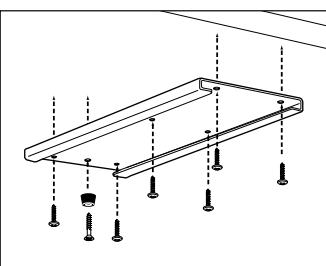
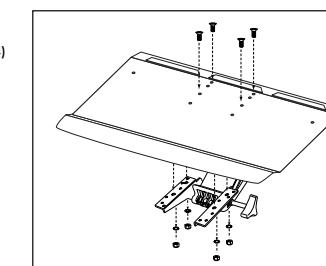

Figure 1
Figure 2
4. With a Phillips screwdriver, attach the Base Frame (B) to the underside of the work surface using (6) Base Frame Screws (M) (Figure 1).
5. Mount Rubber Stop (L) at the back of Base Frame and secure with Rubber Stop Screw (J) (Figure 1).
6. With Phillips Screwdriver and Crescent Wrench, attach the Keyboard Manager Platform (D) to the Arm Assembly (C) with (4) Platform Screws (K), (4) Lock Washers (N) and (4) Cap Nuts (O) (Figure 2).
1. Avec le ruban adhésif, collez le gobet de montage (A) au dessous de la table de travail. (Remarque : Assurez-vous de bien aligner le pointeur avec le bord arrière de la table de travail.)
2. Percez (7) trous de 1,6 mm de diamètre aux endroits indiqués sur le gobet de montage. (Remarque : Prenez garde de ne pas transpercer le surface de la table de travail !)
4. A l'aide d'un tournevis Phillips, fixez le châssis (B) à la partie inférieure du bras de support (A) à l'aide des vis de châssis (Figure 1).
5. Montez la bague en caoutchouc (1) à l'arrière du châssis et fixez la vis à tête ronde (1).
6. À l'aide d'un tournevis cruciforme, fixez le bras de support (C) avec les vis de plate-forme (X), les rondelles (Y) et les clés à molettes (Z) (Figure 2).